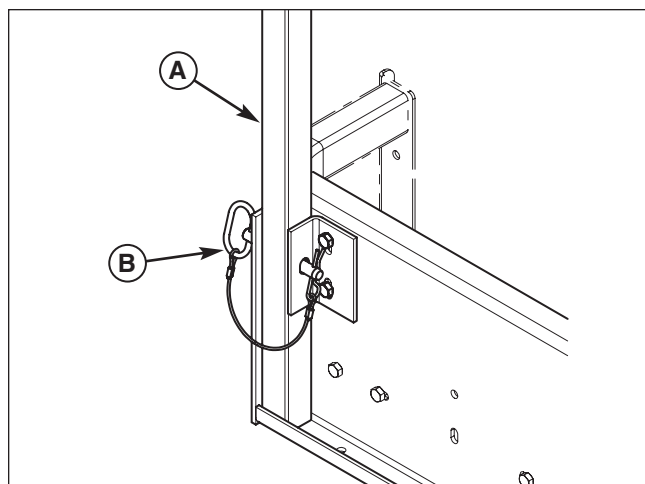

Figura 62. Remoción de los pasadores de enganche
8. Quite los pasadores de enganche (B, Figura 62) fijando los postes de soporte de las bolsas (A) a la placa de soporte.